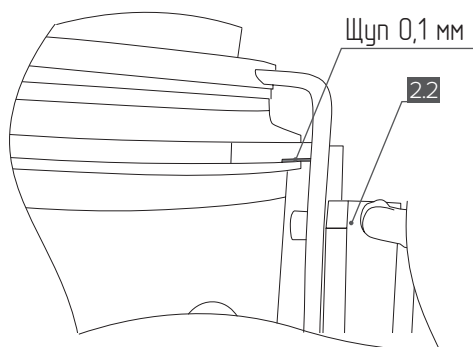

Рис. 9
4. Отрегулируйте зазор между вилкой и фланцем при помощи шупа, установив его на всю плоскость прилегания вилки так, чтобы величина зазора составила 0,1 мм от нижнего края фланца. Зафиксируйте актуатор [2.2] при помощи болтов M4x10 [2.3] В, как показано на рис. 9.